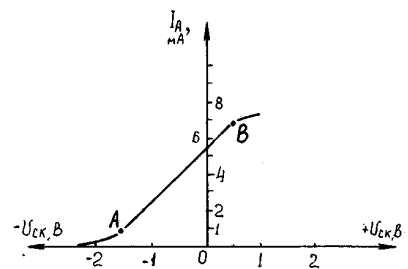

Рис.2
-И чтобы с этим вопросом не было проблем, на **рис.2** изображена сеточная характеристика триода - не стал понапрасну отвлекаться Стабилитронов. -Эта характеристика является одной из главнейших характеристик триода. Мы можем говорить о трех ее участках. Первый - тот, который расположен слева от точки "А", называется нижним изгибом характеристики.